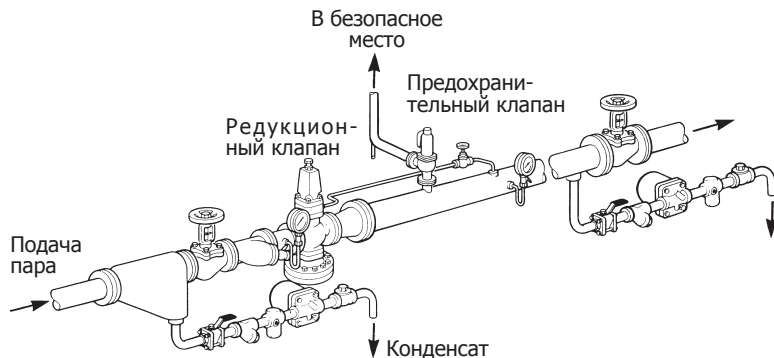

Рис. 1 Типичный пример монтажа предохранительного клапана после редукционного клапана
4.1.1 Убедитесь в правильности монтажа (рис. 1).